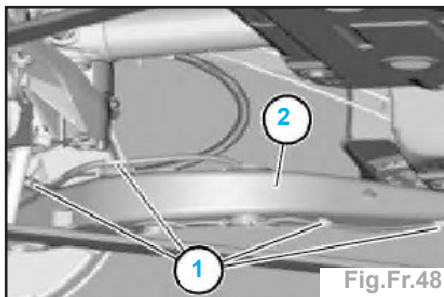

Fig.Fr.48
**Cheminement de câble à partir de 03/02 (fig.Fr.48) :**
- ouvrir l'attache de câbles (1),
- dégager le câble des retenues et du bras longitudinal (2).